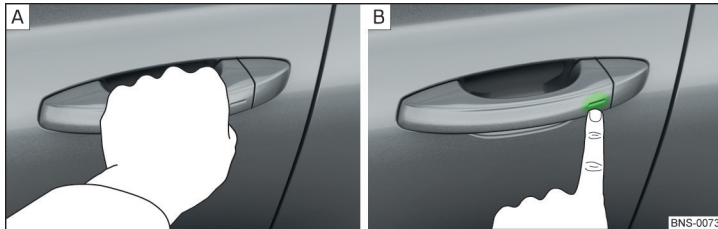

Abb. 55 Fahrzeug entriegeln / Fahrzeug verriegeln
- Den Türgriff greifen, um das Fahrzeug zu **entriegeln** » Abb. 55 - [A].
- Den Sensor am Türgriff mit dem Finger berühren, um das Fahrzeug zu **verriegeln** » Abb. 55 - [B].
- Innerhalb von 5 s den Sensor am Türgriff mit dem Finger berühren » Abb. 55 auf Seite 68 - [B]. Die Deaktivierung wird durch einmaliges Aufblinken der Blinkleuchten bestätigt.